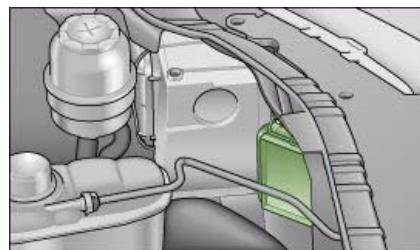

Fig. 246 Detalle del compartimento del motor: Tapa
- Retire la tapa ⇒ página 274, fig. 246 ⇒ en “Cambiar lámparas”, página 272.
- Fije la tapa ⇒ *página 274*, fig. 246.